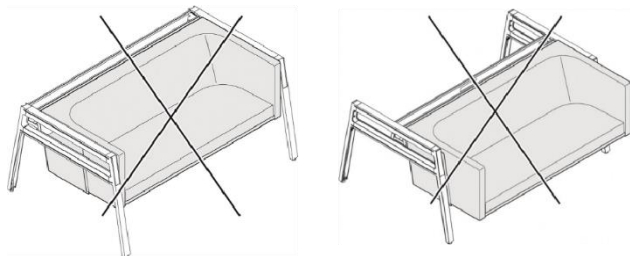

Figura 20 Sofá, montaje no admisible
- En los componentes básicos (pedestales y canaleta de cables) en vez de una plancha de escritorio de un puesto individual de trabajo (véase Figura 20 izquierda).
- En los componentes básicos (pedestales y canaleta de cables) en vez de una plancha de escritorio de un puesto doble de trabajo (véase Figura 20 derecha), en caso de no montar algo en el lado contrario.